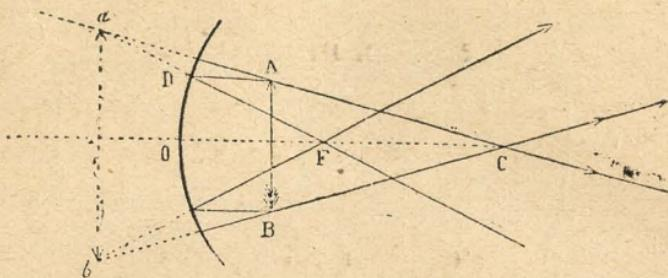

Fig. 123.—Imágenes virtuales de los cóncavos.
3.o Que los objetos colocados entre el centro de figura *O* y el foco principal, dan una imagen virtual, recta, mayor que el objeto y colocada detrás del espejo (fig. 123).